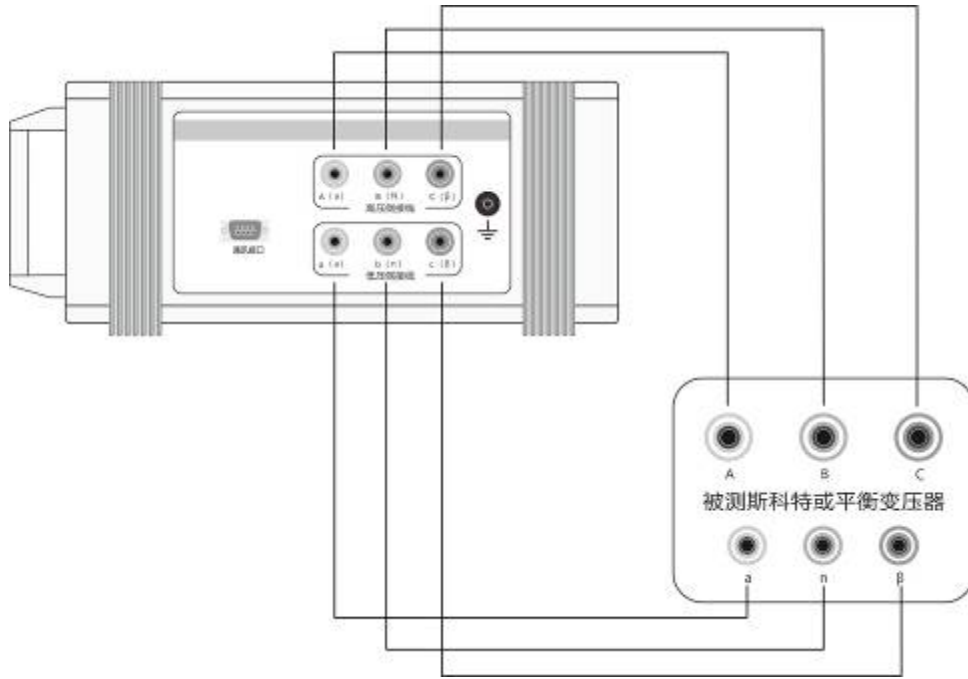

图 5
测试斯科特变压器时，将斯科特变压器的高压侧 (A、B、C) 和仪器面板上所标的高压侧 (A (α)、B (N)、C (β)) 相连，低压侧 (α、n、β) 分别与仪器低压侧 (a (α)、b (n)、c (β)) 相连。平衡变压器的接线方法类似，接线如图 5 所示。